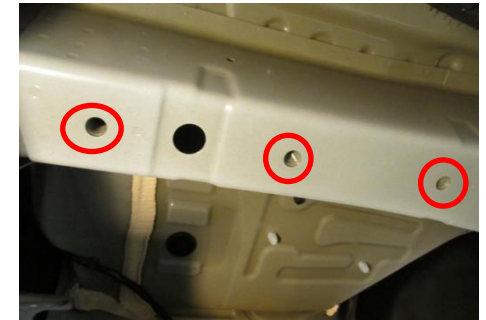

Figure 3
2. Soulever l'attelage en position et insérer les boulons M14 et les rondelles coniques à travers le support et le cadre, comme illustré à la Figure 3.